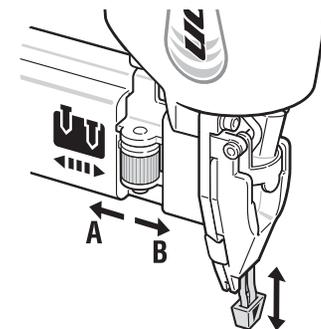

Figura 3
Regule la profundidad del clavado girando la perilla ajustadora (Figura 3, artículo 1) hacia la izquierda (A) para el ajuste más superficial y a la derecha (B) para el más profundo. Para aumentar la profundidad de los clavos, incremente la presión de aire cuando la perilla ya esté fijada en el ajuste más bajo. Para disminuirla, reduzca la presión de aire cuando la perilla ya esté fijada en el ajuste más alto. Si los clavos se insertan con demasiada profundidad cuando la perilla está en el ajuste más bajo, disminuya la presión de aire.